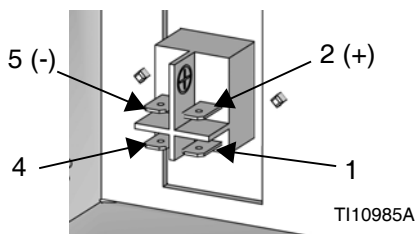
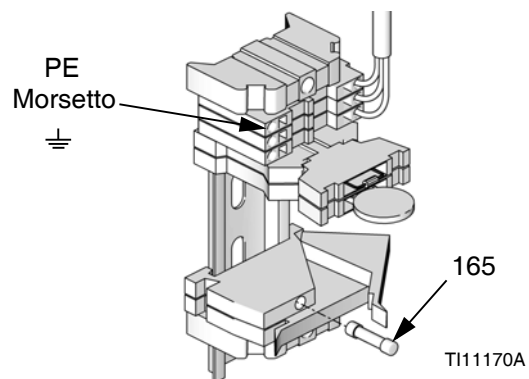

FIG. 37
FIG. 38
2. Montare il modulo da 24 V cc (154) sulla staffa di montaggio (151).
3. Montare l'interruttore di alimentazione (159) sulla staffa di montaggio (151).
4. Collegare i raccordi a scollegamento rapido sul cavo dal modulo da 24 V cc (154) ai morsetti dell'interruttore di alimentazione (157).
5. Installare il cavo di uscita dell'alimentatore sul cavo CAN (163).
6. Collegare un alimentatore da 24 V Classe 2 ai morsetti dell'interruttore di alimentazione: +24 V cc al morsetto 2 (+) e 24 V cc ritorna al morsetto 5 (-). Vedere la FIG. 37. Collegare un conduttore di protezione per la messa a terra (PE) al morsetto contrassegnato con \perp . Vedere la FIG. 38. L'alimentatore a 24 V cc deve essere in grado di fornire almeno 1,0 A e avere una protezione di corrente dell'alimentazione al massimo di 2,5 A.
7. Installare la piastra di copertura (160), le viti (156) e le rondelle (164).